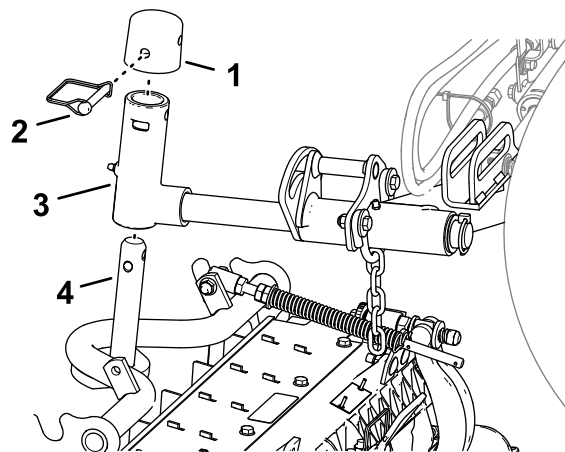

**Figura 23**
- Deslice una unidad de corte debajo del brazo de elevación (Figura 23).